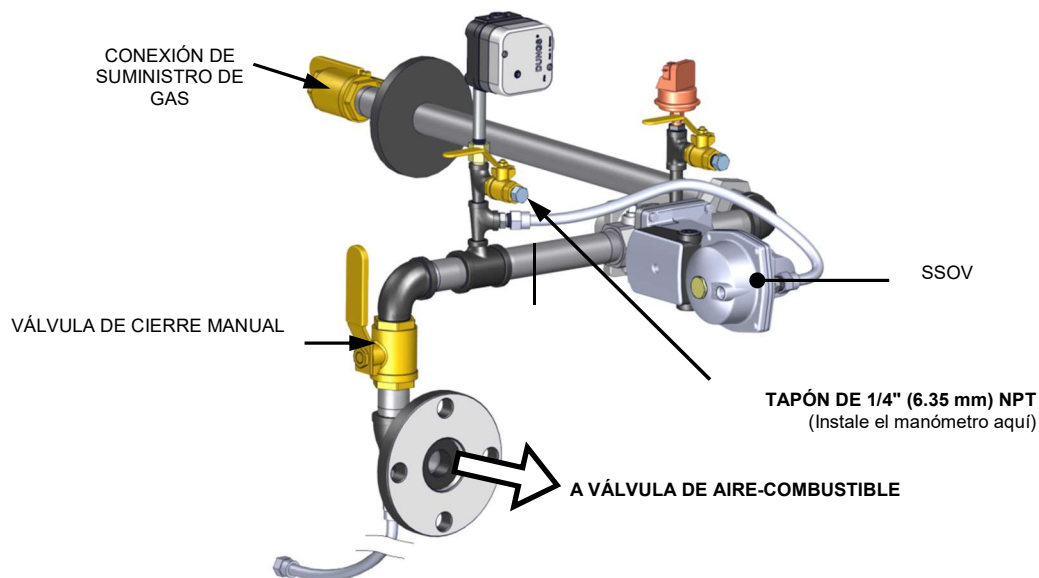

Figura 4-1: Ubicación del tapón de gas de 1/4 (Se muestra el tren de gas de INN600-1060)
3. Retire el tapón de tubería de 1/4 de pulgada NPT de la válvula de bola de detección de fuga en la parte posterior a la Válvula de Cierre de Seguridad (SSOV), como se muestra en la Figura 4-1.